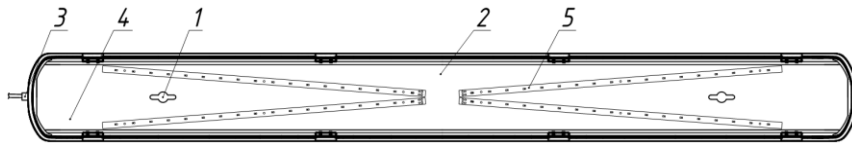

Рисунок 2 – Конструкция светильника Geniled ЛСП 24В.
3.2. Светильник Geniled ЛСП состоит из основных частей (см. рисунок 2):
- 5.5. Снимите стальную пластину. Для этого переведите поворотные держатели 1 в необходимое положение (Рисунок 2, п.1).
- 5.7. Проведите кабель питания через герметичный уплотнитель (Рисунок 2, п.3) внутрь корпуса и подключите к клеммной колодке светильника. При этом необходимо соблюдать полярность соединения проводов: коричневый/красный – «+», синий/черный – «-». Вложите клемму с кабелем внутрь трубы.